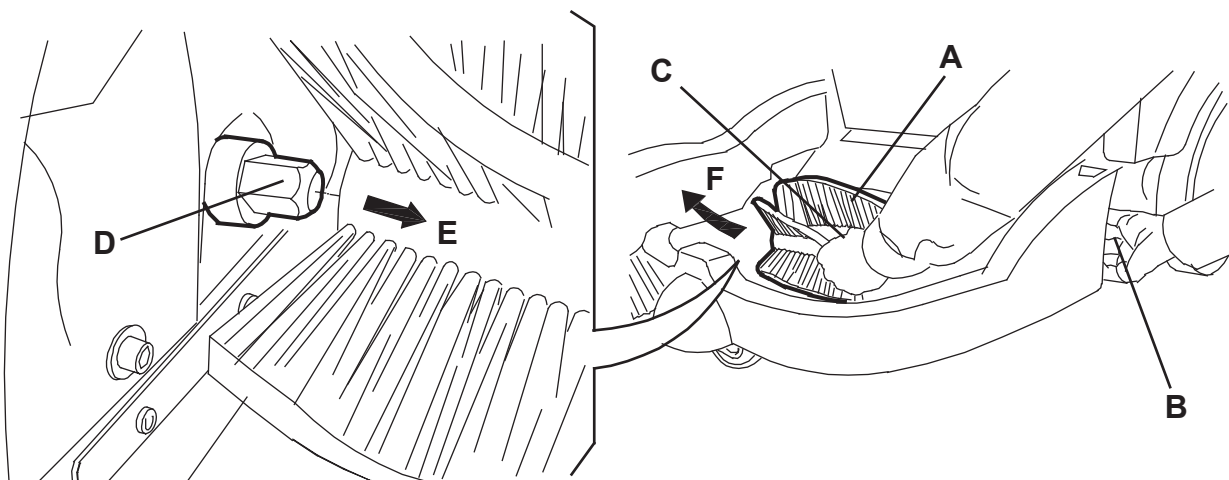

Figure 7
6. Saisir le balai central (A, Fig. 7) aux points (B) et (C), puis le détacher du moyeu d'entraînement (D) en le tirant dans le sens de la flèche (E) ; enfin, le tirer dans le sens de la flèche (F) pour le déposer.